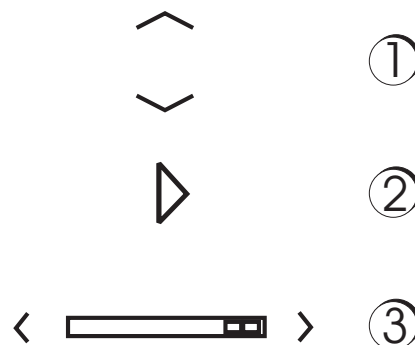

Abbildung 9: Navigationsknöpfe
- Drücken Sie die Up- und Down-Pfeile, um vertikal durch ein Menü zu scrollen (siehe Abbildung 9, Nummer 1)
- Drücken Sie die Up- und Down-Pfeile, um einen Wert zu erhöhen oder zu verringern (siehe Abbildung 9, Nummer 1)
- Drücken Sie den geschlossenen Pfeil, um eine Gruppe anzuzeigen (siehe Abbildung 9, Nummer 2)
- Drücken Sie den rechten oder linken Pfeil, um horizontal durch ein Menü bzw. durch die Gruppen zu scrollen (siehe Abbildung 9, Nummer 3)